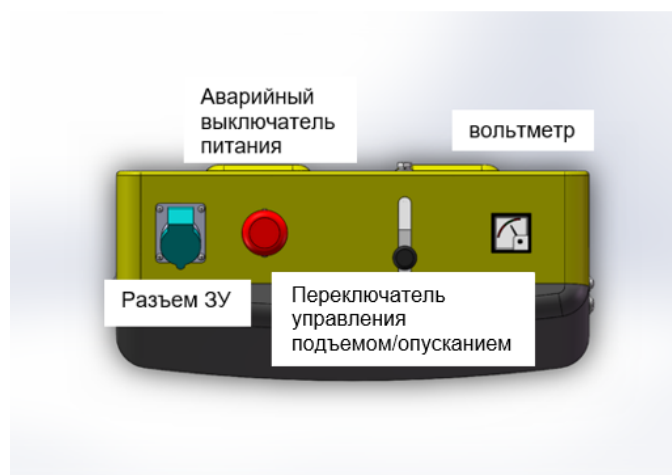

Рисунок 2.
- Включите штабелер, потянув вверх кнопку аварийного выключателя питания (рис.2) и определите степень зарядки аккумуляторной батареи;